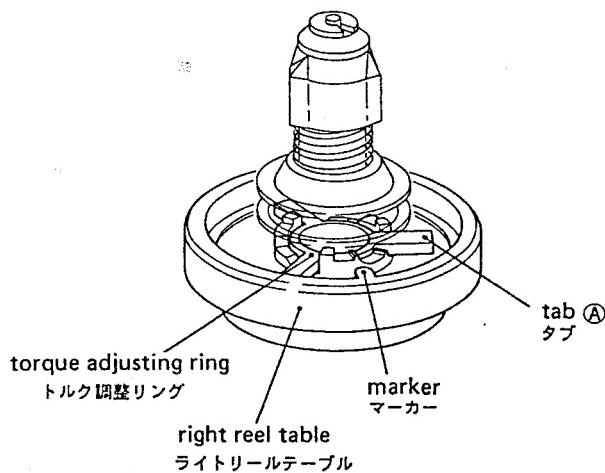

Fig. 5-6
- If the take-up torque is still out of the limits, adjust the torque adjusting ring provided on the right reel table. The torque can be adjusted to three values as shown in Fig. 5-6. Turn the torque adjusting ring with the tab (A), pulling slightly upward, and place the tab on one of three stepped portions having pawls to fix the tab.
- もしティクアップ・トルクが更に規定値から外れている場合は、右リール台のトルク調整リングを回して調整する。トルクは図5-6に示すように3段階に調整できる。リール台のマーカのある部分だけ階段部分にツメが設けられているので、調整時にはタブ（A）を持ち上げるようにしてトルク調整リングを回す。